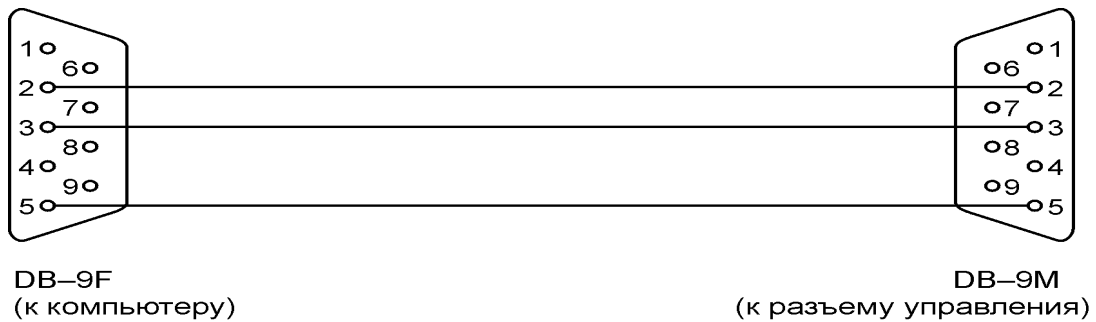

Рис. 3.
1.5. Подключение терминала, предназначенного для управления эхоградителями, осуществляется модемным кабелем, оборудованным с обоих концов разъемами DB-9. Схема распайки кабеля приведена на рис. 3.